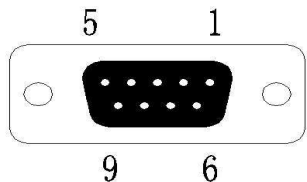

图 5-1
■D 型 485 接口 DB-9 芯孔座，引脚序号如图 5-1：